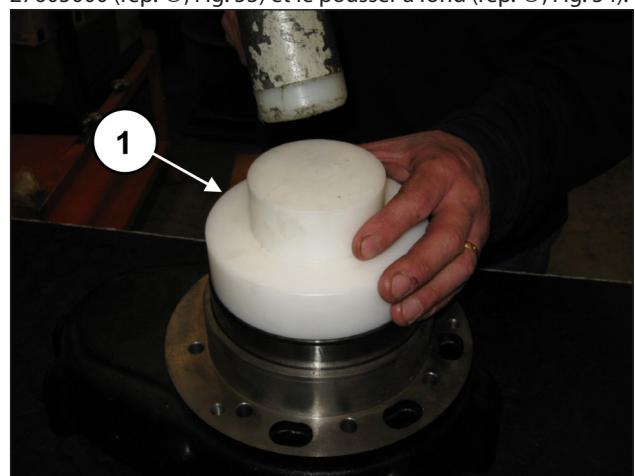
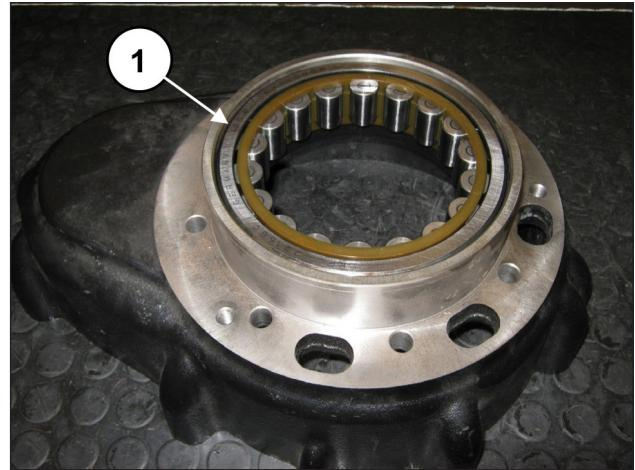

Fig. 53
Fig. 54
Prémonter la bague externe du coussinet du vilebrequin de l'autre côté du boîtier du réducteur à l'aide de l'outil réf. 27605000 (rep. ①, Fig. 53) et le pousser à fond (rep. ②, Fig. 54).